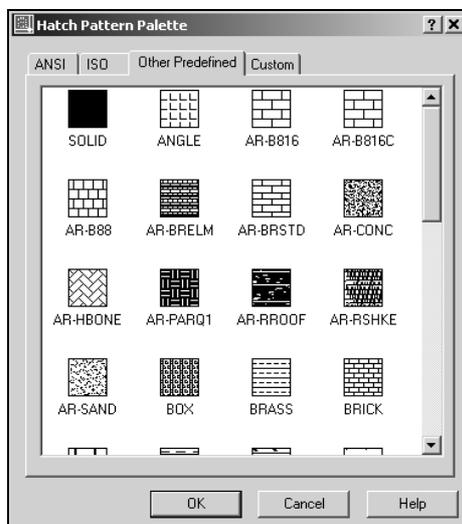
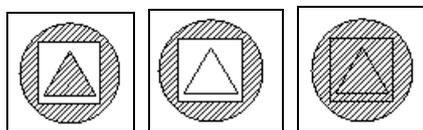
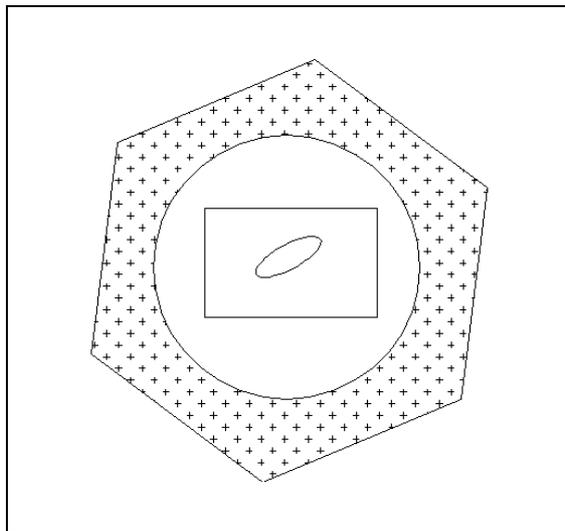

图 9-10 Hatch Pattern Palette 对话框
图 9-16 “岛”的类型
图 9-23 执行填充区域 1 后的图形
单击 Pattern 右边的对话框按钮，出现如图 9-10 所示的 Hatch Pattern Palette（图案填充样式）对话框，显示 AutoCAD 中已有的填充样式。
在如图 9-10 所示的对话框的顶部有 ANSI，ISO，Other Predefined 以及 Custom 4 个选项卡，它们的含义分别是
- Normal 标准的填充方式（如图 9-16 左图所示）。
- Outer 只填充外部（如图 9-16 中图所示）。
- Ignore 忽略所选的实体（如图 9-16 右图所示）。
输入命令后，AutoCAD 将会弹出如图 9-16 所示的 Boundary Hatch 对话框。在 TYPE 选项中 Predefined 选取项，在 Pattern 选项对单击  对话框按钮，则 AutoCAD 将会弹出如图 9-10 所示的 Hatch Pattern Palette Dialog 对话框，在该对话框的 Other Predefined 选项卡中选取 CROSS 图案，单击 OK 按钮。在如图 9-3 所示的 Boundary Hatch 对话框中单击  图标，选取填充区域 1。单击 Preview 按钮，在绘图屏幕上预览图案填充。然后单击鼠标右键返回 Boundary Hatch 对话框，单击 OK 按钮即可。执行图案填充的效果如图 9-23 所示。